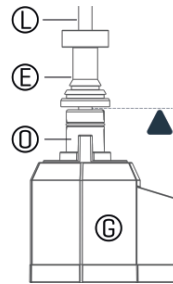

Abbildung 6
Um eine reibungslose Funktion in Verbindung mit den GEWA Trigger Bänken zu gewährleisten, muss der Beckenabstand im ruhenden Zustand mindestens so groß sein, dass der Clutch Bumper (E) den beweglichen Schlitten des Hi-Hat Controllers (O) nicht herunterdrückt. Vergleiche hierzu *Abbildung 6*.
- 3 Nach Schritt 2 darf der Clutch Bumper (E) den Schlitten (O) berühren, ihn aber nicht herunterdrücken. (siehe *Abbildung 6*). Dies entspricht dem minimalen Beckenabstand (S) von ca. 19 mm (3/4").